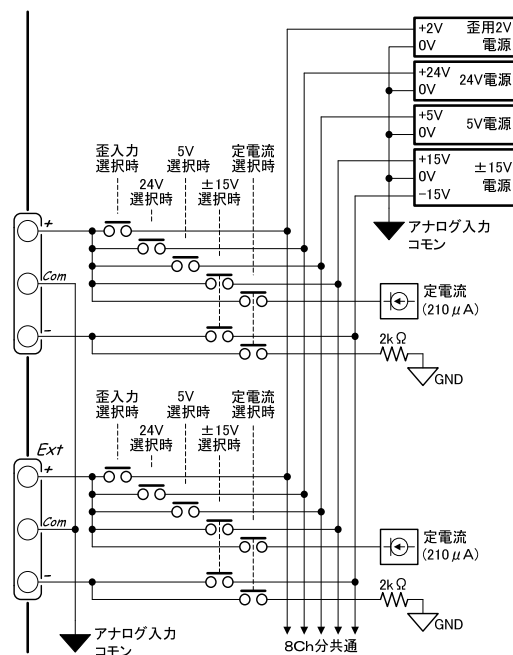

図 18. センサー用電源の本体内部回路構成図
**CCL-p** にはセンサー用の電源回路を内蔵しています。図 18 に電源回路部の構成を記します。